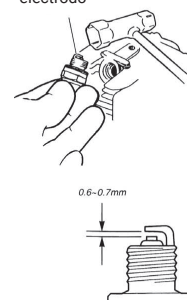

Figura 18
1. Desconecte el cable de la bujía y luego use la llave de la bujía para quitar la bujía (gire en sentido antihorario para quitarla). Ver Figura 18. Si la bujía está sucia o empapada de combustible, límpiela según sea necesario.
Cada 10 a 15 horas de funcionamiento: retire y limpie la bujía. Ver Figura 18. Ajuste la separación del electrodo de la bujía a 0.6-0.7 mm.
Limpie la bujía y verifique la separación en el electrodo (Figura 18).